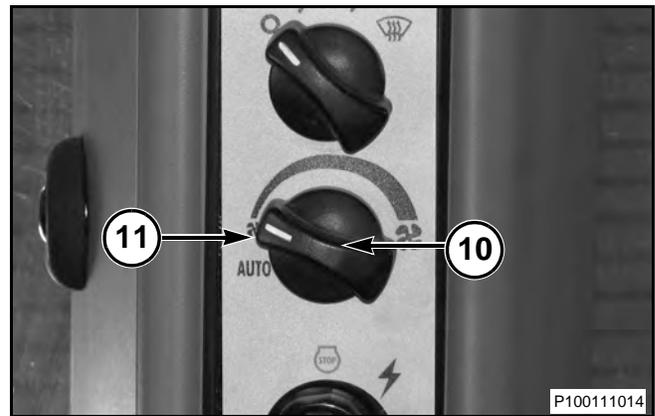

FIG. 41
FIG. 41: El ventilador funciona siempre que el interruptor de arranque del motor está en la posición de operación. Cuando el control de velocidad del ventilador (10) está en la posición Auto (11), el sistema está en modo de control de temperatura automático. Esto incluye el control automático de la velocidad del ventilador. Cuando se gira el interruptor giratorio a la derecha desde la posición automática, el operador puede controlar manualmente la velocidad del ventilador.